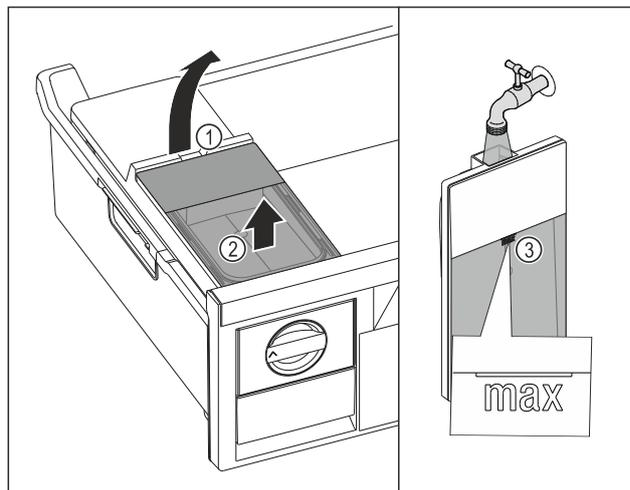

Fig. 69
- ▶ Elevar el depósito de agua por la entalladura Fig. 69 (1).
- ▶ Extraer el depósito de agua hacia arriba. Fig. 69 (2)
- ▶ Llenar el depósito de agua con agua potable hasta la marca Fig. 69 (3).